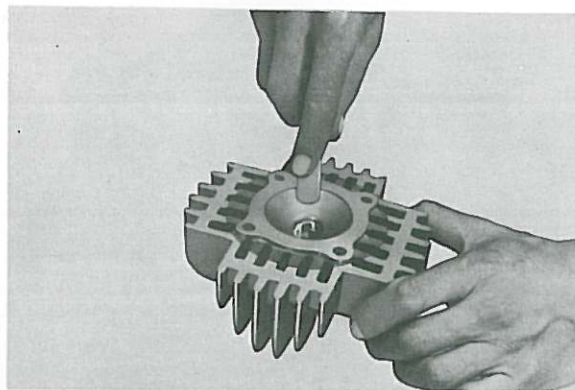

Fig. 3-3-1
2. Using a rounded scraper, remove carbon deposits from combustion chamber. Take care to avoid damaging the spark plug threads. Do not use a sharp instrument; avoid scratching aluminium. (Fig. 3-3-1)
2. A l'aide d'un grattoir à bout arrondi, décalaminer la chambre d'explosion. Faire attention de ne pas endommager le filetage du trou de bougie. Eviter d'employer un outil tranchant, sinon on risque de rayer l'aluminium. (Fig. 3-3-1).
2. Ölkohleablagerungen mit einem abgerundeten Schaber aus dem Verbrennungsraum entfernen. Darauf achten, daß das Kerzengewinde nicht beschädigt wird. Keine scharfkantigen Werkzeuge benutzen, damit das Aluminium nicht verkratzt wird. (Fig. 3-3-1)